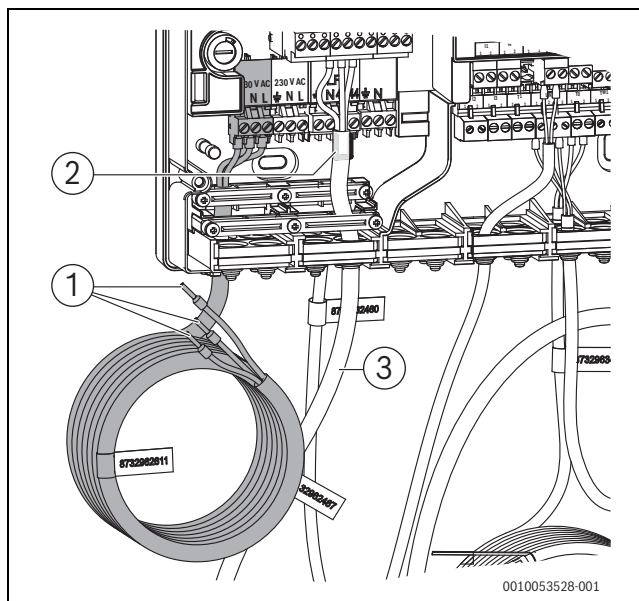

Fig. 29 Raccordement de l'alimentation électrique de 230 V
- Le cas échéant, retirer l'attache de câbles sur le câble de réseau 230 V (→ Fig. 29) et poser le câble via le panneau arrière ou la tôle de fond du set hybride.
- ▶ Avant le raccordement d'un appareil de régulation externe au raccordement 230 V, retirer le cavalier entre **43** et **44** (→ Fig. 29).